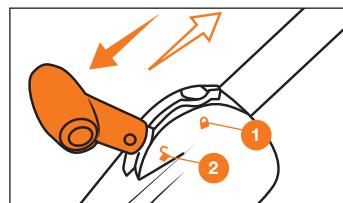

Рис. 11
Для повышения маневренности и проведения работ на сложном рельефе вокруг кустарников, деревьев или вдоль дорожек переведите рычаг в положение «ОТКРЫТО» ② (Рис. 11).